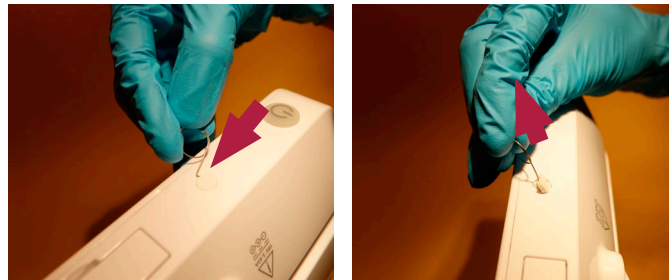

Figura 5 Extracción de la tapa de los tornillos
- d) **Retire las tapas redondas de los tornillos a cada lado de la unidad de visualización (Figura 5)**